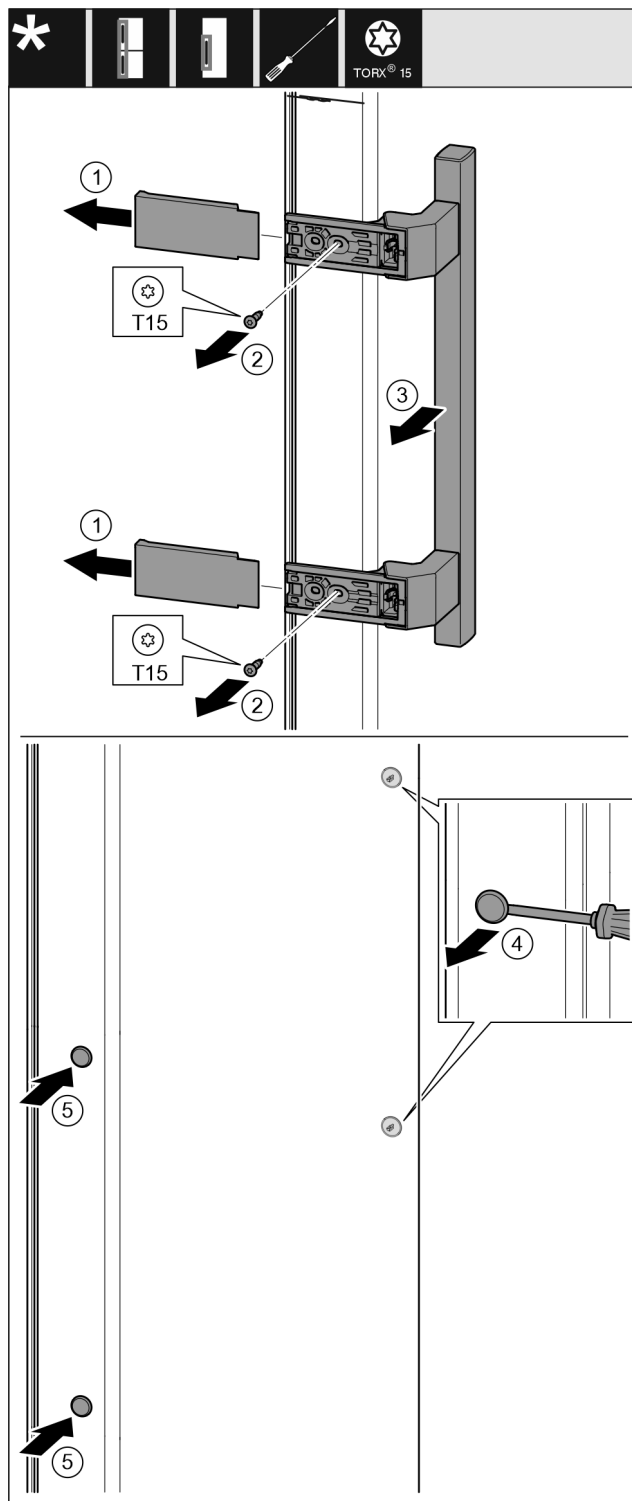

Fig. 14
- ▶ Tõmmake kate maha. Fig. 14 (1)
- ▶ Keerake kruvid kruvikeerajaga Torx 15 välja. Fig. 14 (2)
- ▶ Võtke käepide maha. Fig. 14 (3)
- ▶ Tõstke külgmised korgid ettevaatlikult lapikkruvikeerajaga üles ja tõmmake välja. Fig. 14 (4)
- ▶ Pange korgid teisel küljel taas sisse. Fig. 14 (5)